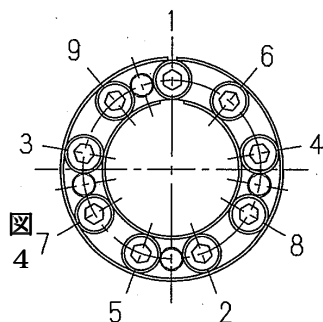

図4 ボルトの締付け順序例
5. 所定の深さまで挿入後、ボスと軸との相対（円周上、軸線上）の位置決めをしてください。トルクレンチ目盛を締付トルクMA（締付トルクMAは表1をご参照ください）の1/4程度に合わせ、締付ボルトをほぼ対角になる様、図4に示した順番で締付けてください。この時各々のボルトは一度に締付けるのではなく、均等な締付けになるよう1回の締付け角度は30度程度を目安として、規定値になるまで図4に示す順番で何巡か繰り返してください。